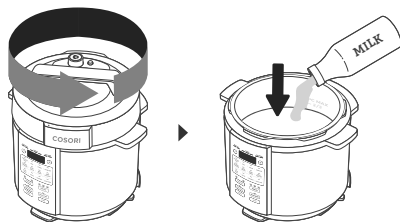

Figura 7.1
1. Ruotare il coperchio in senso antiorario e sollevarlo per aprirlo. Aggiungere il latte nella pentola interna. [Figura 7.1]